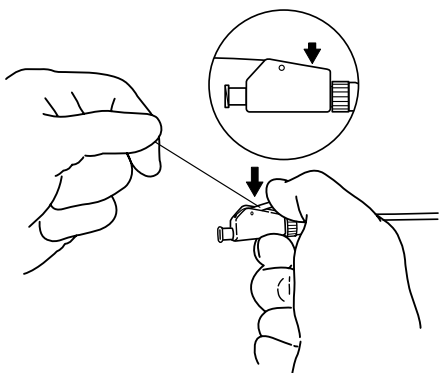

Fig. 2
- b. Mantendo a tracção sobre o fio de sutura, empurre a alavanca de fixação com ressalto para baixo até sentir um clique. A ansa distal do stent está agora numa posição fixa. (**Fig. 2**)